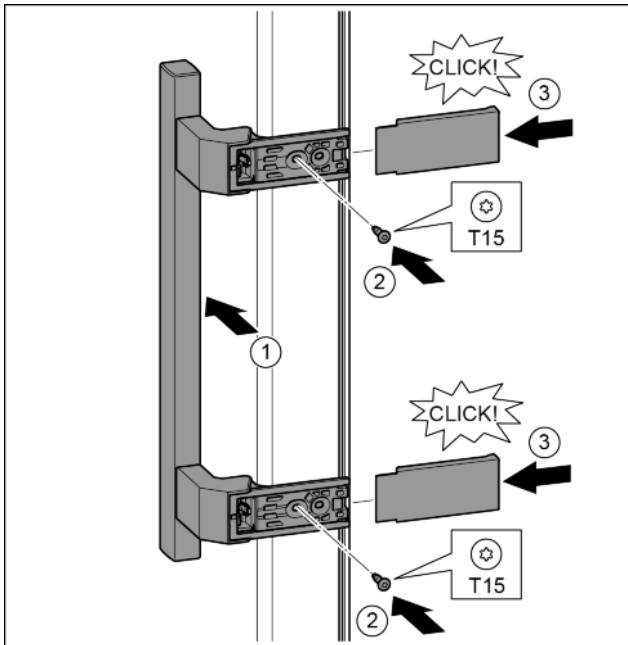

Fig. 34
- Установить ручку на противоположной стороне. *Fig. 34 (1)*
- Затянуть винты отверткой T15. *Fig. 34 (2)*
- Установить крышки сбоку и надвинуть. *Fig. 34 (3)*